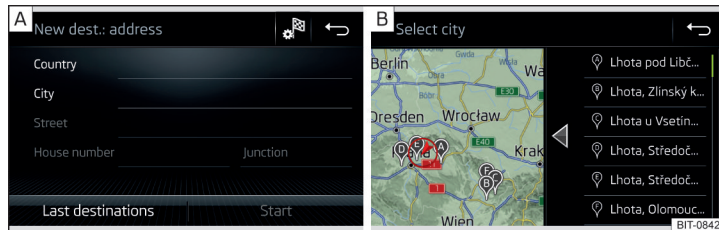

Abb. 166 Ziel über die Adresse eingeben: Hauptmenü / Liste der aufgesuchten Orte
- ▶ Die Zieladresse eingeben und anschließend bestätigen » Abb. 166 - **A**.
In Abhängigkeit von der Anzahl der aufgesuchten Orte kann automatisch eine Karte mit einer Liste der aufgesuchten Orte angezeigt werden » Abb. 166 - **B**.